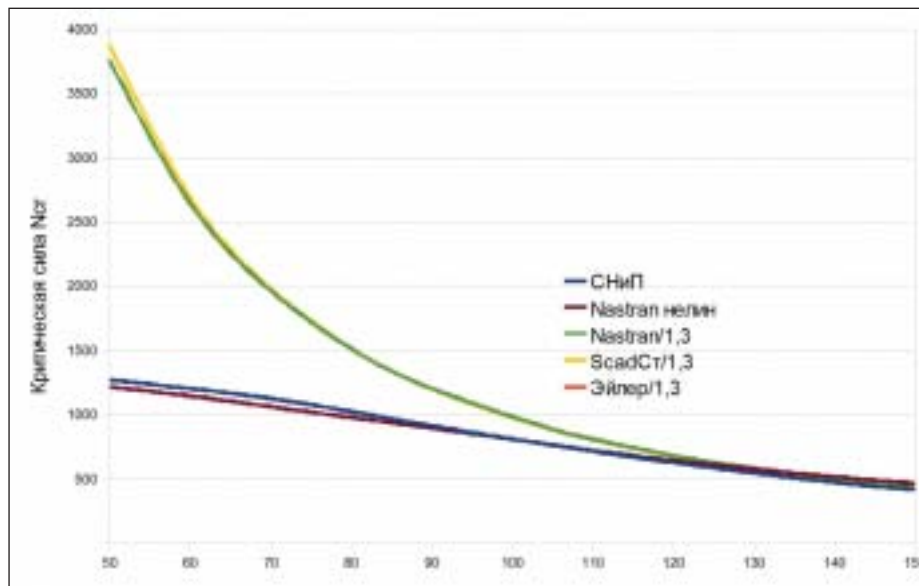

Рис. 3.2.2. Графики зависимости критической силы от гибкости и. Графики SCADСт/1,3 и Эйлер/1,3 совпадают
Автором были проведены расчеты стержневых моделей на устойчивость в программе SCAD и оболочечных моделей в программе Nastran как в упругой постановке (*Buckling*), так и в нелинейной постановке (*Nonlinear Static*). Известно, что при расчете на устойчивость в упругой постановке эксцентриситет приложения нагрузки не влияет на значение критической силы, расчеты оболочечных моделей на устойчивость в упругой стадии в программах SCAD и Nastran дают такие же результаты. При расчетах в программе Nastran с применением оболочечных моделей и нелинейного статического анализа (*Nonlinear Static*) эксцентриситет приложения нормальной силы был задан согласно методике пособия [5], а значение — по представленной выше формуле (19) пособия [5]. Расчеты были выполнены в диапазоне гибкостей от 50 до 150 для двутавра сечением 20К2 по СТО АСЧМ, что позволило исключить преждевременную потерю устойчивости стенки или поясов. Картины напряженно-деформированного состояния для гибкостей 90, 102,9 и 110 представлены на рис. 3.2.1. Результаты расчета критической силы по СНиП, а также в программах SCAD на стержневой модели и Nastran на оболочечной модели приведены на рис. 3.2.2. При выполнении нелинейного деформационного анализа в качестве критической силы принимался шаг нагружения, при котором начинался резкий рост поперечных прогибов.
На рис. 3.2.2. приняты следующие обозначения: